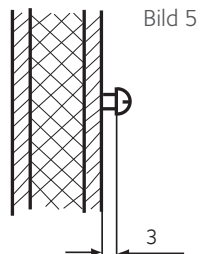

Bild 5
2. Skruva i en av träskruvarna i det övre mellersta hålet. På denna skruv hänger man sedan in styrenheten. Låt därför skruven stå ut ca 3 mm (bild 5).